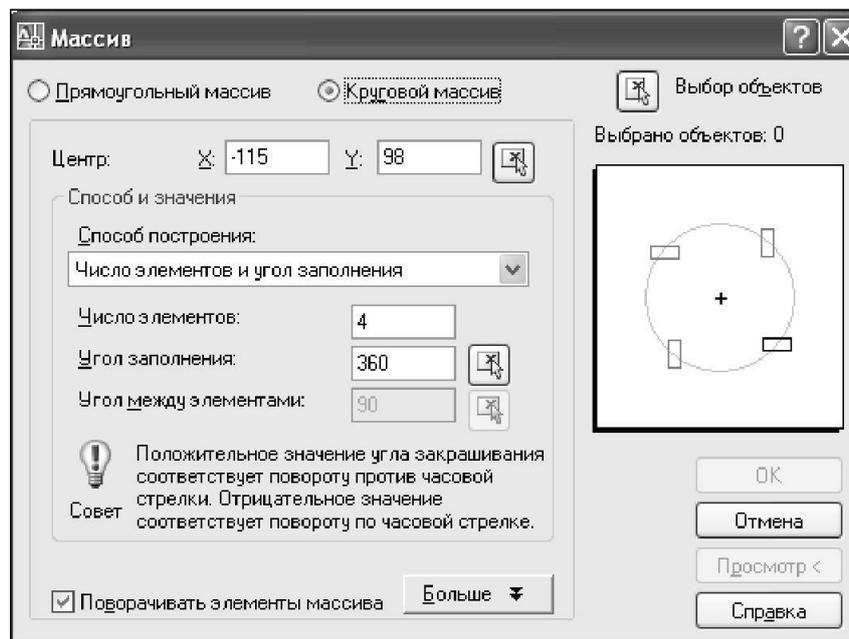

Рисунок 20. Диалоговое окно «Массив» (круговой) МАССИВ
- 2 В диалоговом окне «Массив» (рис. 20) - выберите «Круговой массив».